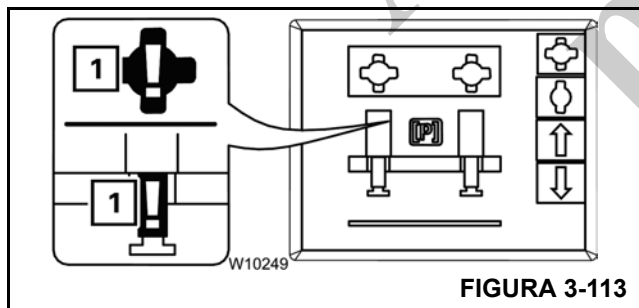

FIGURA 3-113
NOTA: Se um símbolo de erro (1) (Figura 3-113) for exibido durante a operação subsequente, entre em contato com a Crane Care.